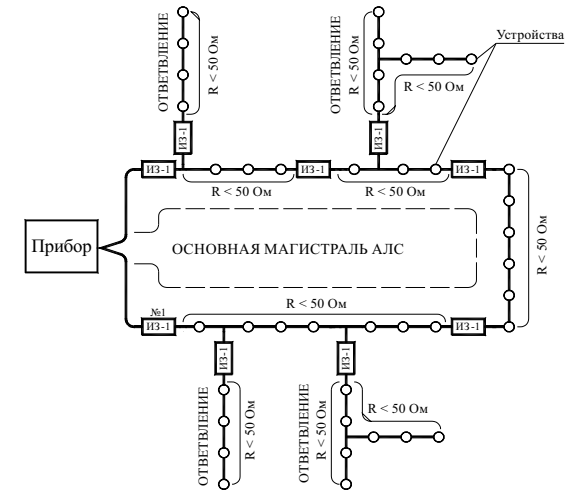

Рисунок 3
– разрывать кольцевую АЛС (рисунок 3) в двух местах установки изоляторов, ближайших к точке КЗ. Это локализует участок между изоляторами и оставляет работоспособными участки АЛС между выходами прибора и сработавшими изоляторами шлейфа.
- кольцевой АЛС (рисунок 3).